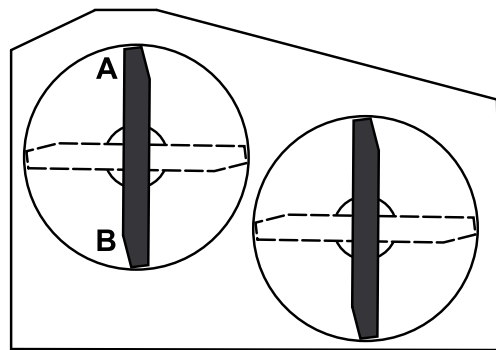

Figura 56
- Posicione uma lâmina da frente para trás Meça nos locais **A** e **B** numa superfície nivelada à extremidade de corte das pontas das lâminas (Figura 56).